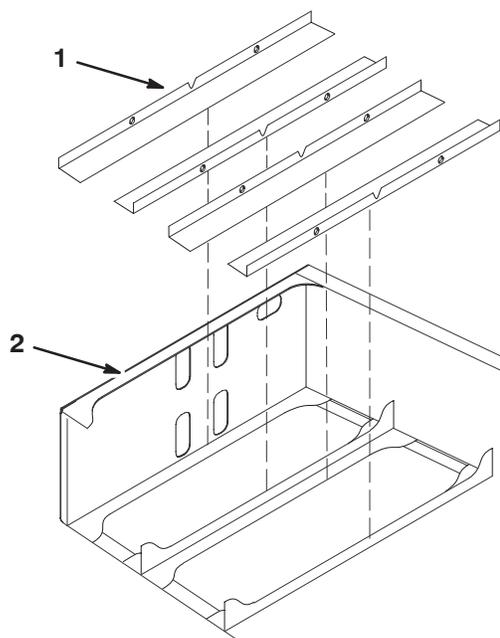

Figura 8
2. Instale las almohadillas de la bandeja de la batería en el bastidor trasero, según muestra la Figura 8.